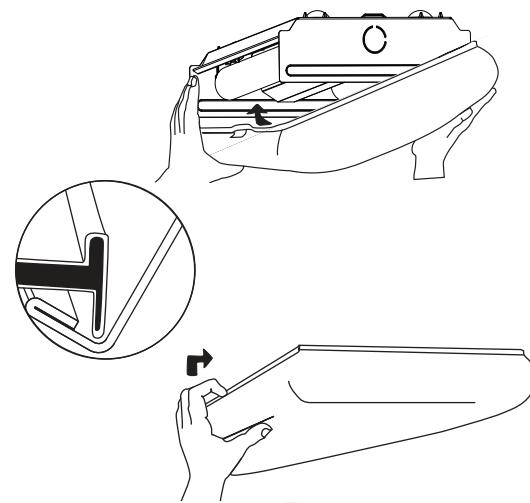

Fig. 9
**9** Rotate the open side of the diffuser toward the ceiling and press up to the ceiling to snap the diffuser clips on to the channel. Clips should engage channel as shown (Fig. 9).
Tournez le côté ouvert du diffuseur vers le plafond et poussez vers le plafond pour enclencher les agrafes dans la rainure. Les agrafes doivent entrer dans la rainure conformément à l'illustration (Fig. 9).
Gire el lado abierto del difusor hacia el techo y presione hacia arriba hacia el techo interior para enganchar los sujetadores del difusor al canal. Los sujetadores deben engancharse al canal según la ilustración (Fig. 9).